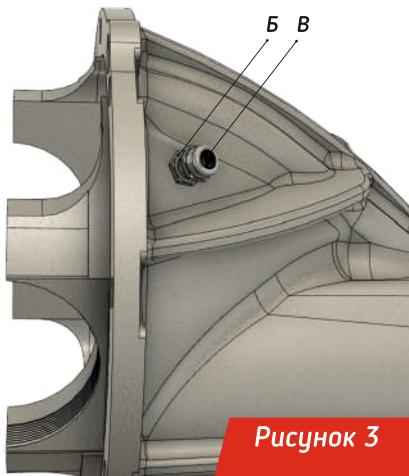

Рисунок 3
1.7 Закрутите кабель-ввод «Б» (рисунок 3).
- 3.4 Отпустите гайку «В» кабель-ввода «Б» (рисунок 3).
- 3.9 Закрутите гайку «В» кабель-ввода «Б» до надежной фиксации и герметизации кабеля «М» (рисунок 3, 6).